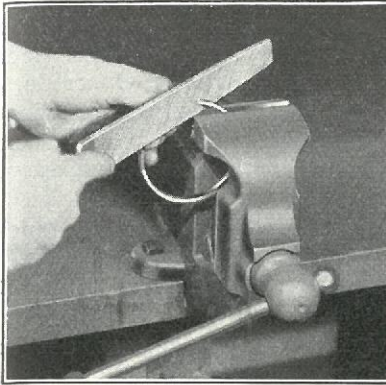

Fig. 252
- 427** Dersom Afstanden er for lille, kan Ringens Ender affiles (Fig. 252), indtil den rigtige Afstand naaes. Ved Affilingen af Enderne paases det, at Ringene ikke spændes ud, saa at Afstanden kommer til at synes større end den i Virkeligheden er.